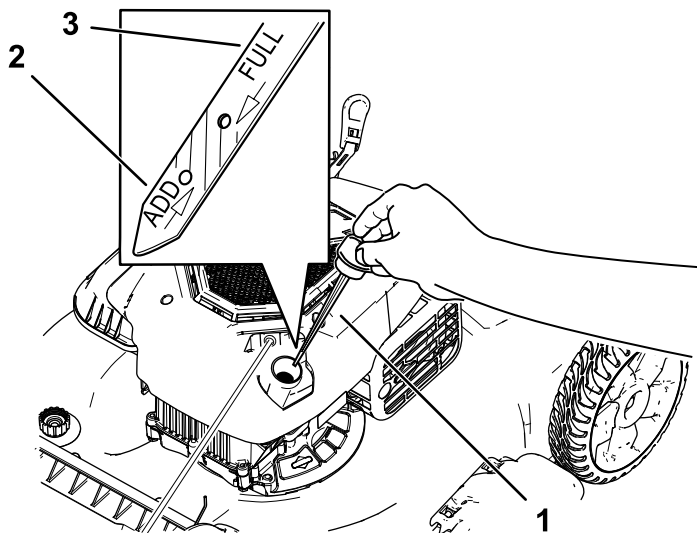

Figura 24
3. Retire la varilla girando el tapón en el sentido contrario a las agujas del reloj y tirando del mismo (Figura 24).
10. Observe en la varilla el nivel de aceite (Figura 24).